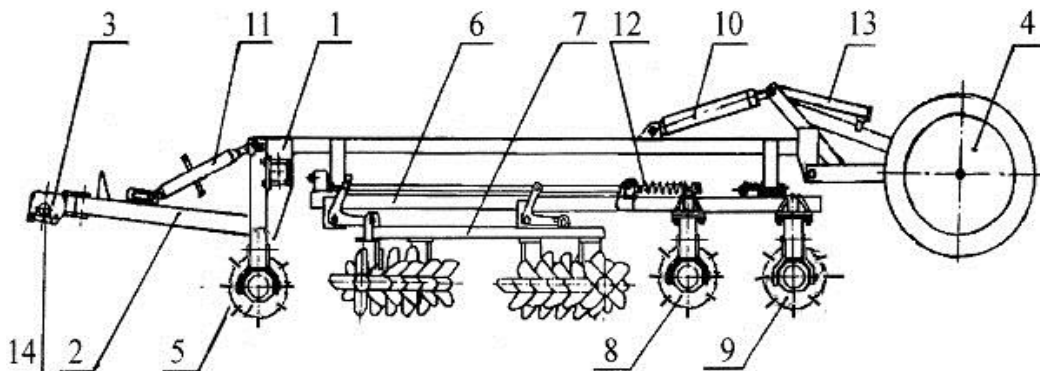

Рисунок 1 – Структурная схема АКШ – 3,6 – 02
несущей рамы 1, сннца2, прицепного устройства 3, колесного хода 4, двух передних катков 5, двух секций с рабочими органами и гидросистемы 10 (см. рис.1). На раме секции 6 располагается рама с ножевидными батареями 7, два ряда трубчатых катков 8 и 9 и винтовой механизм 12.
При транспортных переездах агрегата с трактором выдвинутый из гидроцилиндра шток зафиксировать упором 13 (рис.1).
5.7 Приподнять сницу 2 (рис.1) грузоподъемным средством и соединить талреп с кронштейном рамы несущей 1.
7.1.1 Установить ось прицепного устройства 3 (рис.1) в шарнирах нижних тяг навесного устройства трактора и зафиксировать его чеками.